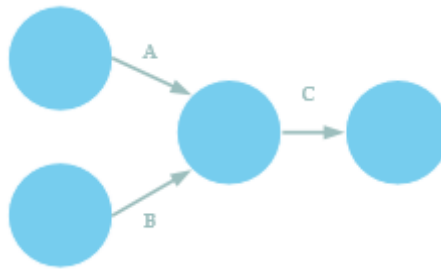

Figure 43 : Représentation de tâches convergentes.
- Deux tâches A et B convergentes (c'est-à-dire qui précèdent une même étape C) sont représentées comme indiqué à la figure 43.